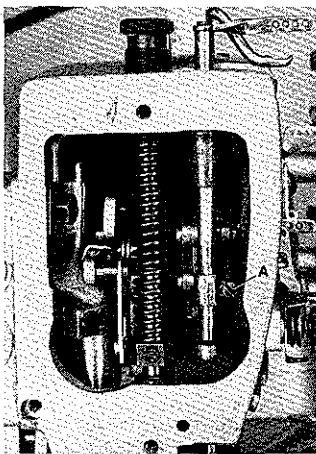
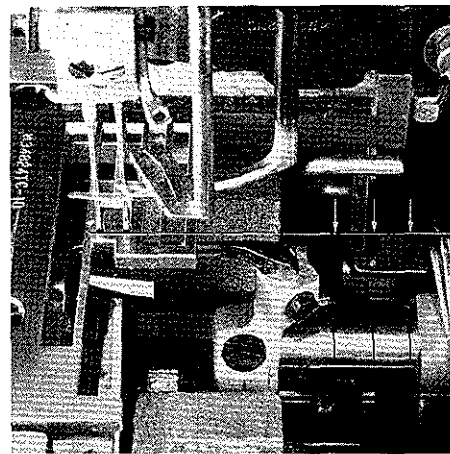
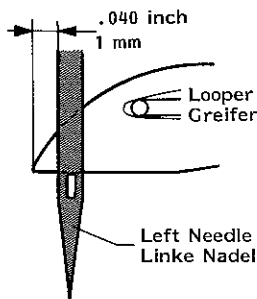

Fig. 16
Fig. 17
Fig. 19
3. Loosen screw (A, Fig. 16) and turn needle bar as required, so the needles center in the needle holes of throat plate and are parallel to the looper shaft (see Fig. 17). This can be checked by holding a ruler against the needles.*
4. Retighten screw (A, Fig. 16).
The height of needle bar is correct, when the looper point at its travel from right to left is 1 mm (.040 in) left of the left needle (see Fig. 19) and the top of the needle eye is flush with the underside of the looper. For adjustment loosen screw (A, Fig. 16) and move needle bar up or down as required. Retighten screw (A). Care should be taken not to disturb the alignment of the needle bar when making this adjustment.
* The needle bar can also be aligned and set to height without removing the Metering Device. For this, remove plug (Q, Fig. 56) in the head cover plate to have access to screw (A, Fig. 16) in the needle bar connection. Remount the plug.
3. Lösen Sie die Schraube (A, Fig. 16) und drehen Sie die Nadelstange so, daß die Nadeln mittig in die Stichlöcher der Stichplatte einstechen und parallel zur Greiferwelle stehen (siehe Fig. 17). Dies kann durch Anlegen eines Lineals an die Nadeln geprüft werden.
4. Ziehen Sie die Schraube (A, Fig. 16) wieder an.
Die Nadelstangenhöhe ist richtig eingestellt, wenn die Greiferspitze bei ihrem Weg von rechts nach links 1 mm links der linken Nadel steht (siehe Fig. 19) und Oberkante Nadelöhr und Unterkante Greifer in gleicher Höhe stehen. Lösen Sie für diese Einstellung die Schraube (A, Fig. 16) und schieben Sie die Nadelstange nach Bedarf nach oben oder unten. Ziehen Sie die Schraube (A) wieder an. Beachten Sie, daß bei dieser Einstellung die Nadelstange nicht verdreht wird.
* Die Nadelstange kann auch ohne Abbau der Zumeßeinrichtung (Metering Device) ausgerichtet und auf Höhe eingestellt werden. Entfernen Sie dazu den Verschußstopfen (Q, Fig. 56) in der Kopfdeckelplatte, damit die Schraube (A, Fig. 16) im Nadelstangen-Mitnehmer zugänglich wird. Montieren Sie den Verschußstopfen wieder.